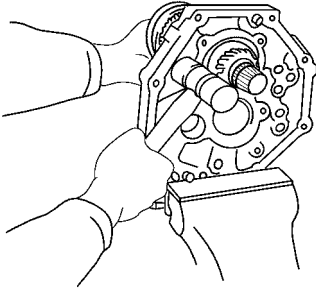

图 10-27 一边拉输出轴一边敲中间板
(1) 将输出轴装入中间板。安装时，一边拉输出轴一边敲中间板，如图 10-27 所示。装好后，使用弹簧卡环钳安装输出轴中间轴承的弹簧卡环。